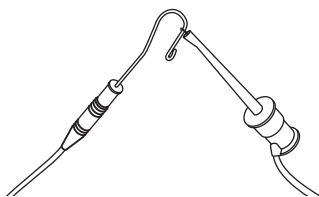

Fig. 8 Activarea apex locatorului cu clema labială și clema de ac.
2. Pentru a porni apex locatorul, prindeți timp de circa 3 secunde clema labială de clema de ac. Vezi Fig. 8.